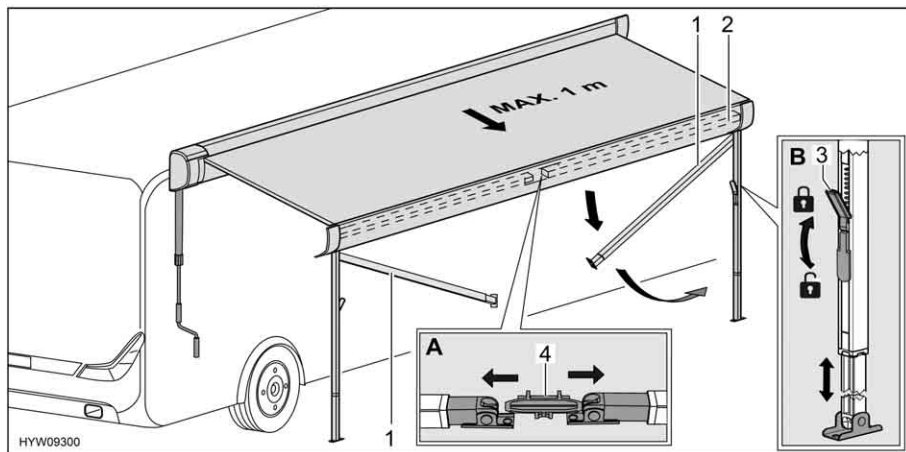

Fig. 28 Preparazione dei montanti di supporto
- Sbloccare i montanti di supporto (Fig. 28,1) dal supporto (Fig. 28,4) nel listello anteriore (Fig. 28,2). A tale scopo, premere leggermente verso l'esterno i montanti di supporto (Fig. 28,A).
- Allentare i bloccaggi (Fig. 28,3) dei montanti di supporto. A tale scopo, ripiegare la leva di serraggio verso il basso.
- Estrarre la parte inferiore dei montanti di supporto fino alla lunghezza desiderata (Fig. 28,B).
- Chiudere i bloccaggi (Fig. 28,3) dei montanti di supporto. A tale scopo, tirare verso l'alto la leva di serraggio.